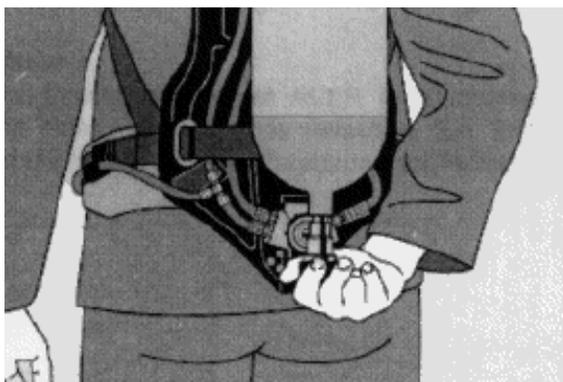

Figura 20
- Abrir a(s) válvula(s) cerca de duas voltas (Figura 20).